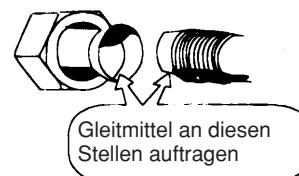

Abb. 4-4
- Vor dem Anschließen ein geeignetes Gleitmittel auf die Kontaktflächen von Bördelrand und Verbindungsstutzen auftragen. Dadurch wird die Dichtigkeit erhöht. (Abb. 4-4)